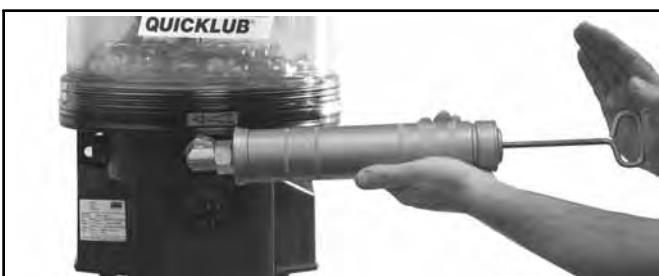

Fig. 9-2 Relleno manual del depósito de la bomba (de abajo)
- Llene el depósito hasta la marca "máx." por el racor de llenado (véase fig. 9-1), por una conexión de llenado para cartuchos (véase fig. 9-2), o si hay, por la abertura de llenado desde arriba.